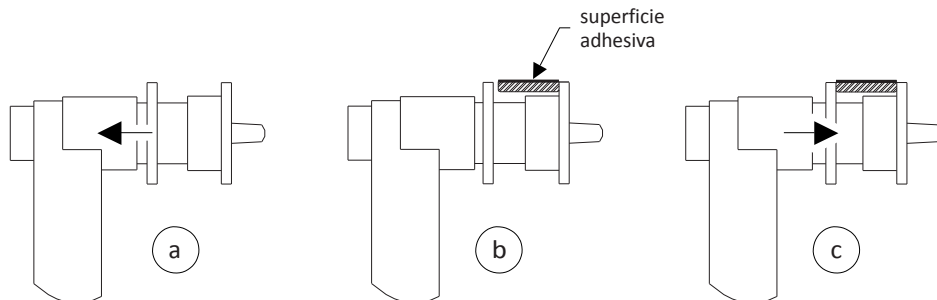

Fig. F3.12 Aplicación de pesos adherentes en Distancia/Diámetro
2. Aplique el peso mostrado en la pantalla izquierda (peso interno) en el sensor de Distancia/Diámetro, tal como se muestra en la figura F3.12;